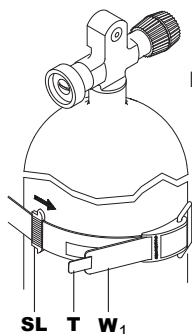
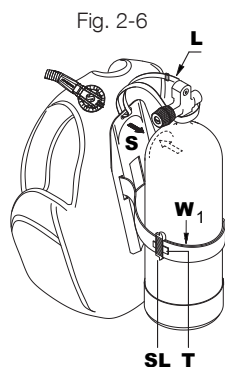

Fig. 2-5
Fig. 2-6
2. Se il BC ha una piastra posteriore rigida, posizionare la cavità (S) della piastra posteriore sulla spalla del serbatoio (Fig. 2-6) e quindi fissare la cinghia (Fig. 2-5 e 2-7) della cinghia a sgancio rapido (W1) attorno al serbatoio.
3. Chiudere la fibbia (C) (Fig. 2 - 7). Se la cinghia è troppo stretta o troppo allentata, aprire la cinghia a strappo e la fibbia per regolare nuovamente la lunghezza della cinghia (Fig. 2-5) della cinghia a sgancio rapido (W1). Per una maggiore sicurezza, far scorrere l'anello (SL) (Fig. 2-5) attorno all'estremità della cinghia (T). Nei BC con piastra posteriore rigida, con il serbatoio montato sul BC è possibile sollevare l'intera unità utilizzando la maniglia integrata nella piastra posteriore.